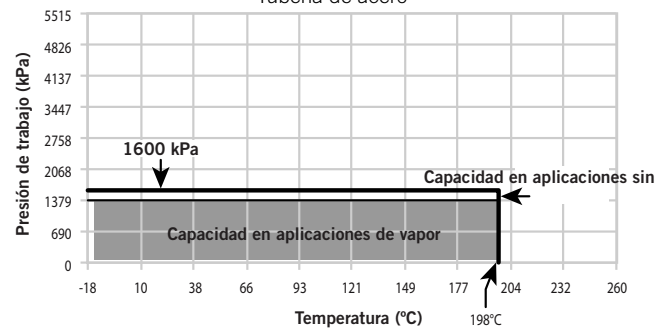

Figura 2: Tuberías de acero al carbón EN 10216-1 P235TR1
- Para aplicaciones sin vapor que emplean tuberías de acero al carbón de pared delgada conforme a EN 10216-1 P235TR1, las uniones que utilizan el acople Estilo 870 brindan presiones de trabajo que van desde vacío total (29.9 pulgadas Hg/760 mm Hg) hasta 232 psi/1600 kPa/16 bar, dependiendo de la temperatura máxima del sistema. Consulte la Figura 2 para ver los valores específicos de presión y temperatura.